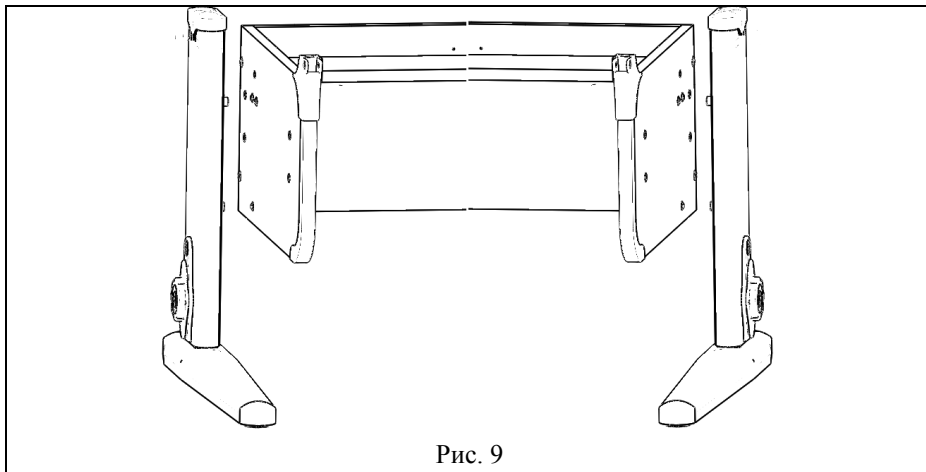

Рис. 9
5.3.1. Вставить левую стойку (сборка по п. 5.2) в основание стола (сборка по п. 5.1) согласно рис. 9.